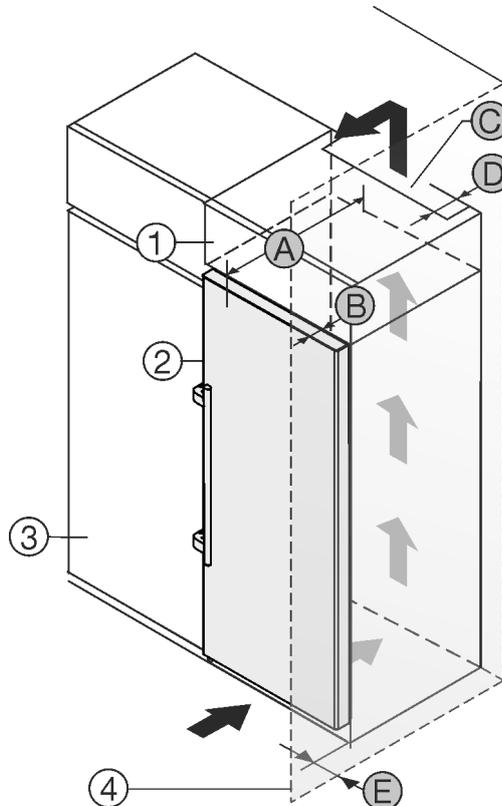

Fig. 1
Vous pouvez placer le réfrigérateur directement à côté de l'armoire de cuisine Fig. 1 (3).
Une sortie d'air avec la profondeur Fig. 1 (D) doit être présente au dos de la rehausse sur toute sa largeur.
La section de ventilation Fig. 1 (C) sous plafond doit être respectée.
Si le réfrigérateur est installé avec les charnières près d'une paroi Fig. 1 (4), la distance entre le réfrigérateur et la paroi doit être d'au moins 57 mm. Cela correspond au dépassement de la poignée lorsque la porte est ouverte.
Pour pouvoir ouvrir complètement les portes, le réfrigérateur doit dépasser de la profondeur de la porte Fig. 1 (B) par rapport à la façade du placard. L'appareil peut déborder encore plus en fonction de la profondeur des placards Fig. 1 (3) et de l'utilisation de cales d'épaisseur.